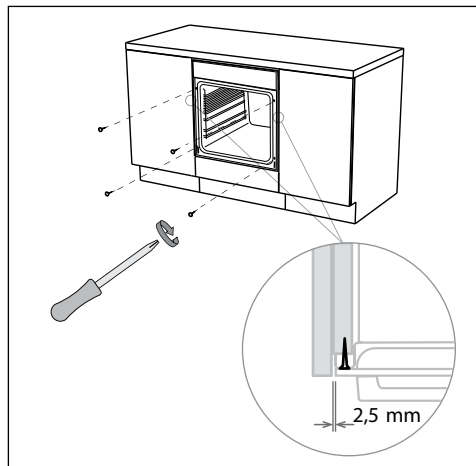

Abbildung 1 Sichern des Ofens in der Einbauöffnung
- Bitte nutzen Sie zur Fixierung des Ofens im Einbaurahmen die mitgelieferten Schrauben. Bitte achten Sie darauf, die Schrauben nicht zu überdrehen. (Siehe Abb. 1)